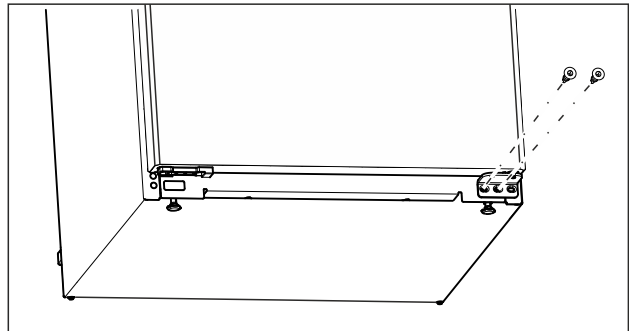

Fig. 10
- ▶ Keerake alumisel laagripukil keskmine kruvi Torx 20 kruvi-keerajaga välja. (vt. Fig. 10)
- ▶ Keerake alumisel laagripukil sisemine kruvi Torx 20 kruvi-keerajaga välja. (vt. Fig. 10)